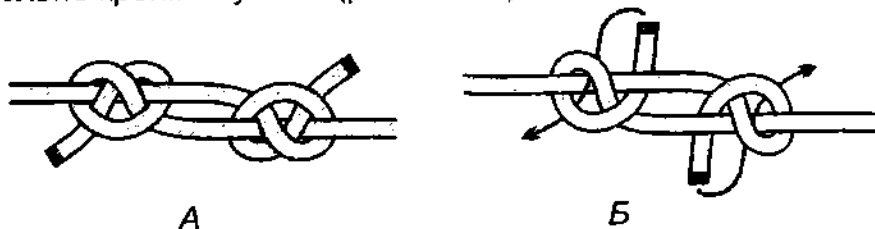

Рис. 795. А – богатырский узел; Б – богатырский узел – это упряжный узел с продетыми под калышку ходовыми концами.
**Богатырский узел** – это два **затягивающихся обратных штыка**, работающих по принципу **самозатягивающегося узла** (рис. 795). **Богатырский узел** способен выдержать большую нагрузку, при этом центральное очко может оставаться не затянутым. **Богатырский узел** вяжется из **упряжного узла**, который сам уже является довольно крепким узлом (рис. 795 Б).